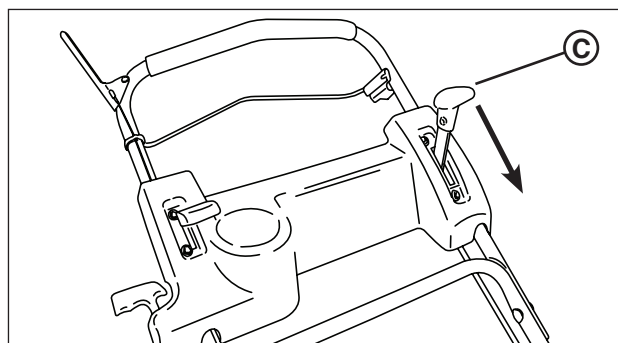

Figure 26: La commande de vitesse de déplacement
1. Déplacez la commande de vitesse de déplacement (**A, Figure 26**) à la position « rapide ».